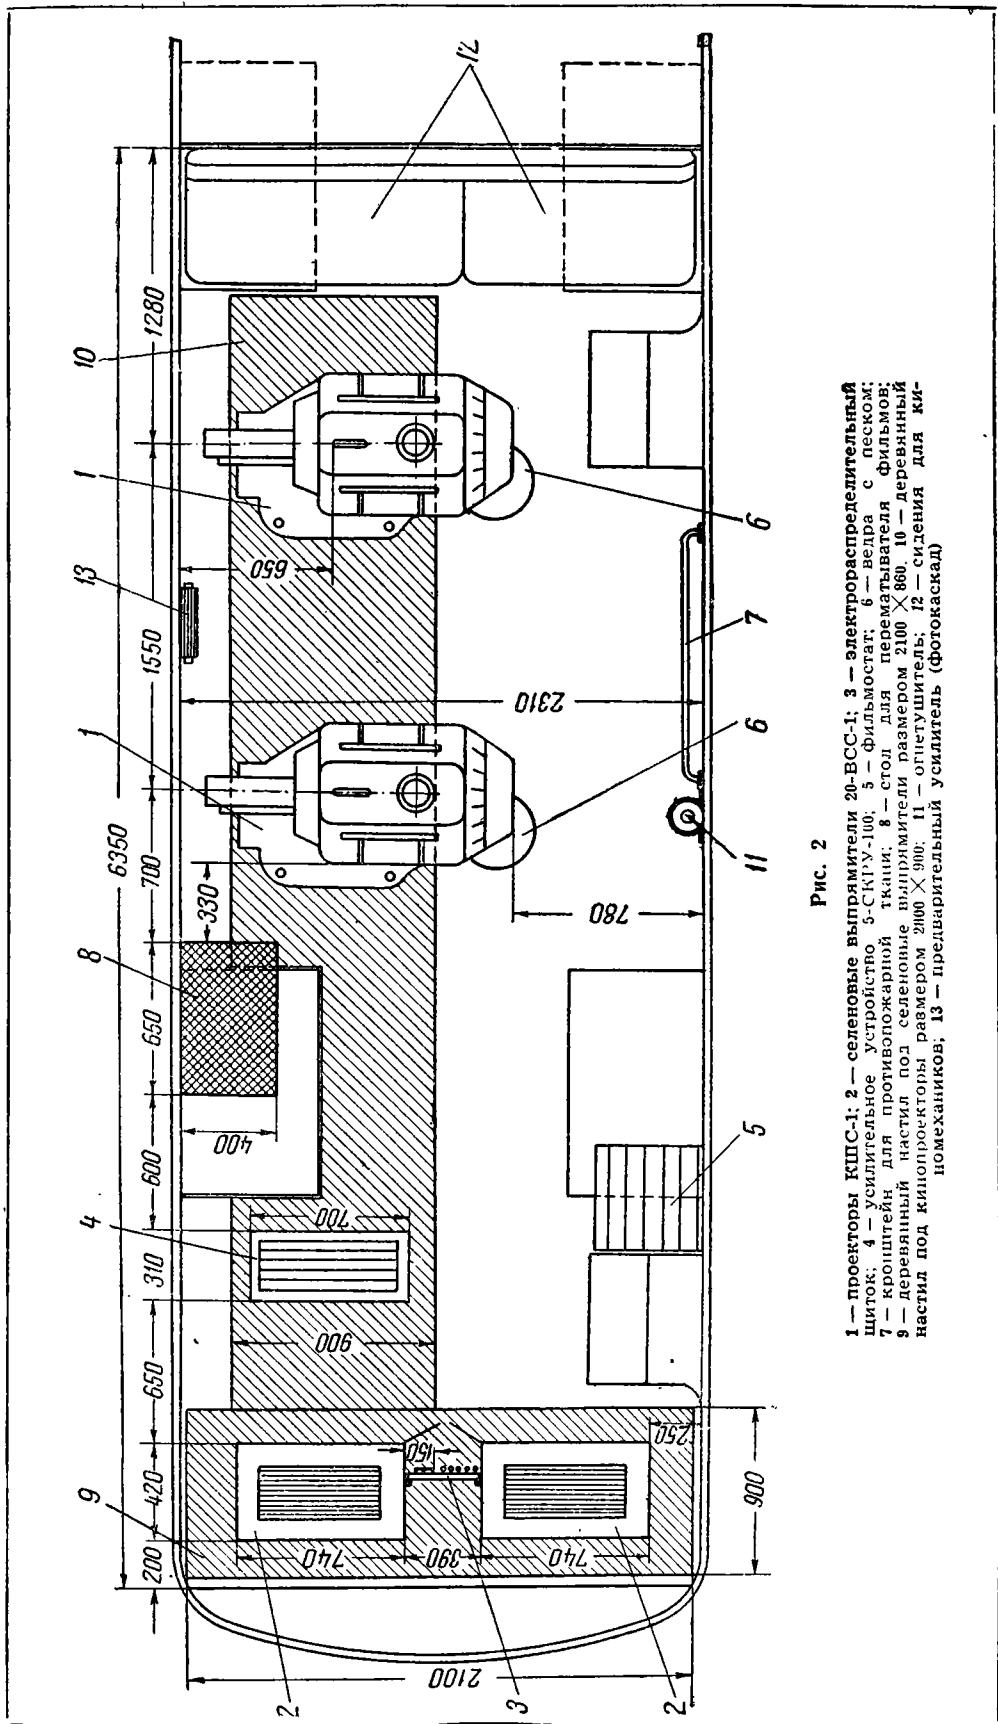

Рис. 2
Наиболее целесообразное расположение киноаппаратуры в автобусе приведено на рис. 2.
* В связи с тем, что усилительное устройство 5-СКРУ-100 по планировке отдалено от кинопроекторов, фотокаскад пришлось демонтировать и расположить между проекторами в специально изготовленном каркасе (13 на рис. 2).